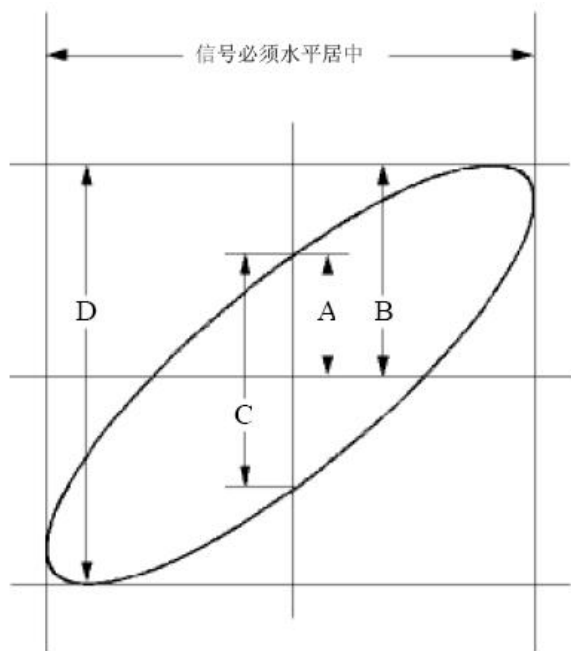

图 6-6：李沙育（Lissajous）图形
- (1) 将探头菜单衰减系数设定为 10X，并将探头上的开关设定为 10X（参见P12的“如何进行探头衰减系数设定”）。
- (2) 将通道1的探头连接至网络的输入，将通道2的探头连接至网络的输出。
- (3) 按下 **自动设置** 按键，示波器把两个通道的信号打开并显示在屏幕中。
- (4) 调整 **垂直档位** 旋钮使两路信号显示的幅度大约相等。
- (5) 按 **显示** 面板按键，调出显示设置菜单。
- (6) 在下方菜单中选择 **XY**模式，在右侧菜单中选择 **使能** 为 **开启**，示波器将以李沙育（Lissajous）图形模式显示网络的输入输出特征。
- (7) 调整 **垂直档位**、**垂直位移** 旋钮使波形达到最佳效果。
- (8) 应用椭圆示波图形法观测并计算出相位差。见图 6-6。